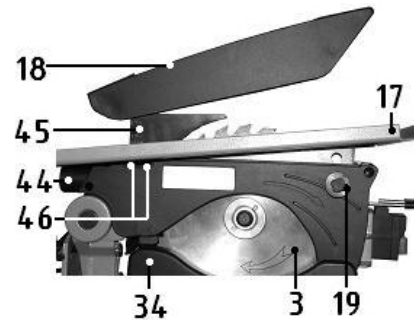

Рис. 10
9.6. Регулировка глубины пропила (Рис. 10)
9.7. Расклиниватель и его правильная установка (Рис. 10)